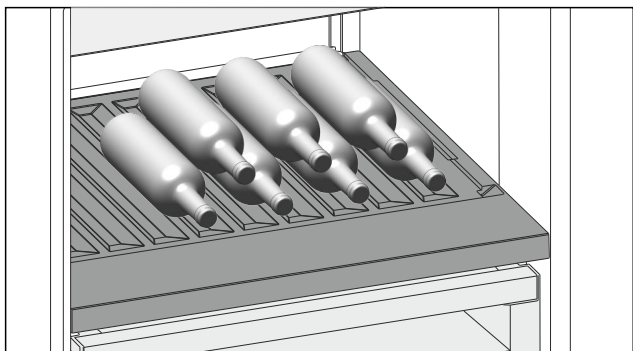

Fig. 92
- ▶ 将瓶底向后对着后壁放入瓶子。(参见 Fig. 92)